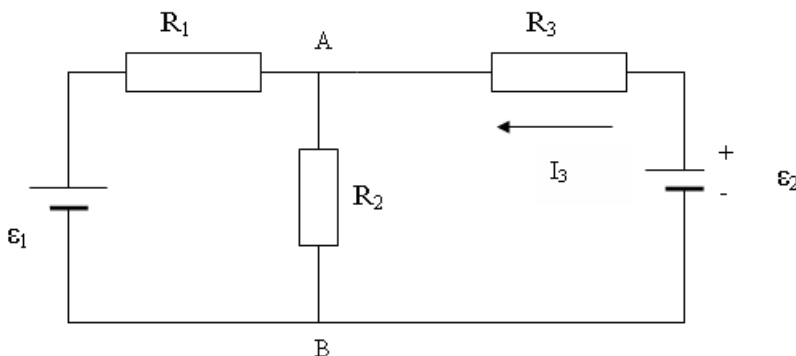

Рис. 18.
74. Определить силу тока I_3 в проводнике R_3 (рис.18) и напряжение U_3 на концах этого проводника, если $\varepsilon_1=8\text{В}$, $\varepsilon_2=10\text{В}$, $R_1=2\text{ Ом}$, $R_2=4\text{ Ом}$, $R_3=3\text{ Ом}$. Внутренним сопротивлением источников тока пренебречь.